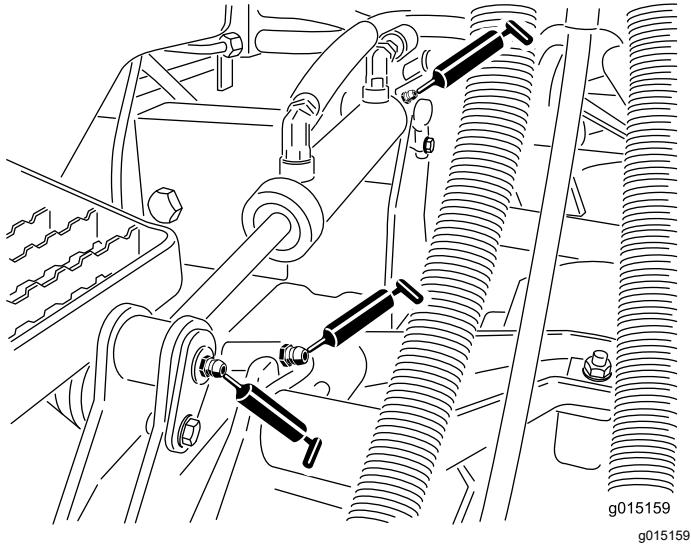

Figura 67
- Boccole (1 per piatto di taglio) del braccio di sollevamento (Figura 67).
- Boccole (2 per piatto di taglio) del braccio di sollevamento (Figura 67).